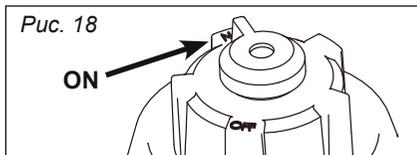

Рис. 18
1. Поверните клапан крышки топливного бака в положение «ON» (рис. 18).